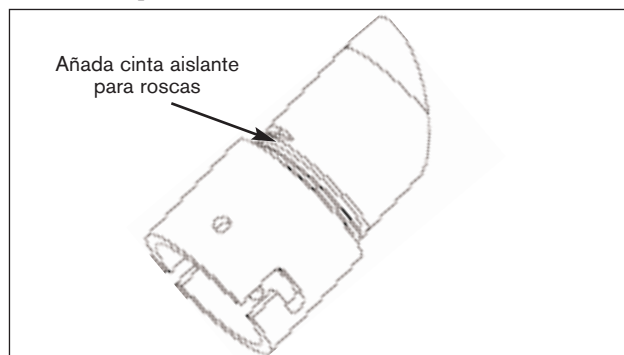

Figura 1: Acoplamiento de la carcasa
3. La rosca de los tubos debe estar limpia y sin óxido. A pesar de que el interior de la carcasa está protegido de la humedad con un conector hermético, se recomienda utilizar un sellador de roscas para la rosca del acoplamiento de la carcasa. Instale el acoplamiento de la carcasa en el soporte o el tubo colgante (*Figura 1*).